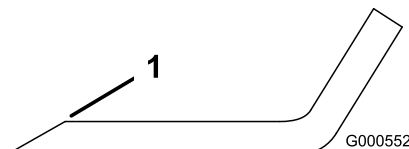
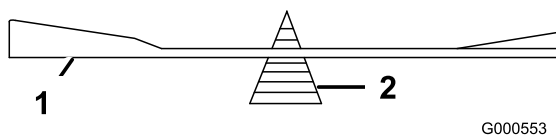

Figura 49
Figura 50
1. Utilice una lima para afilar el filo de corte en ambos extremos de la cuchilla (Figura 49). Mantenga el ángulo original. La cuchilla permanece equilibrada si se retira la misma cantidad de material de ambos bordes de corte.
2. Verifique el equilibrio de la cuchilla colocándola sobre un equilibrador de cuchillas (Figura 50). Si la cuchilla se mantiene horizontal, está equilibrada y puede utilizarse. Si la cuchilla no está equilibrada, rebaje algo el metal en la parte de la vela solamente (Figura 49). Repita este procedimiento hasta que la cuchilla esté equilibrada.